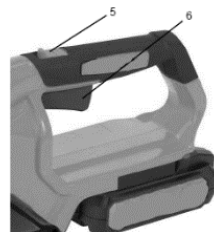

Fig. 8
Premere il pulsante di rilascio (5) e premere il pulsante di attivazione (6) (Fig. 8).